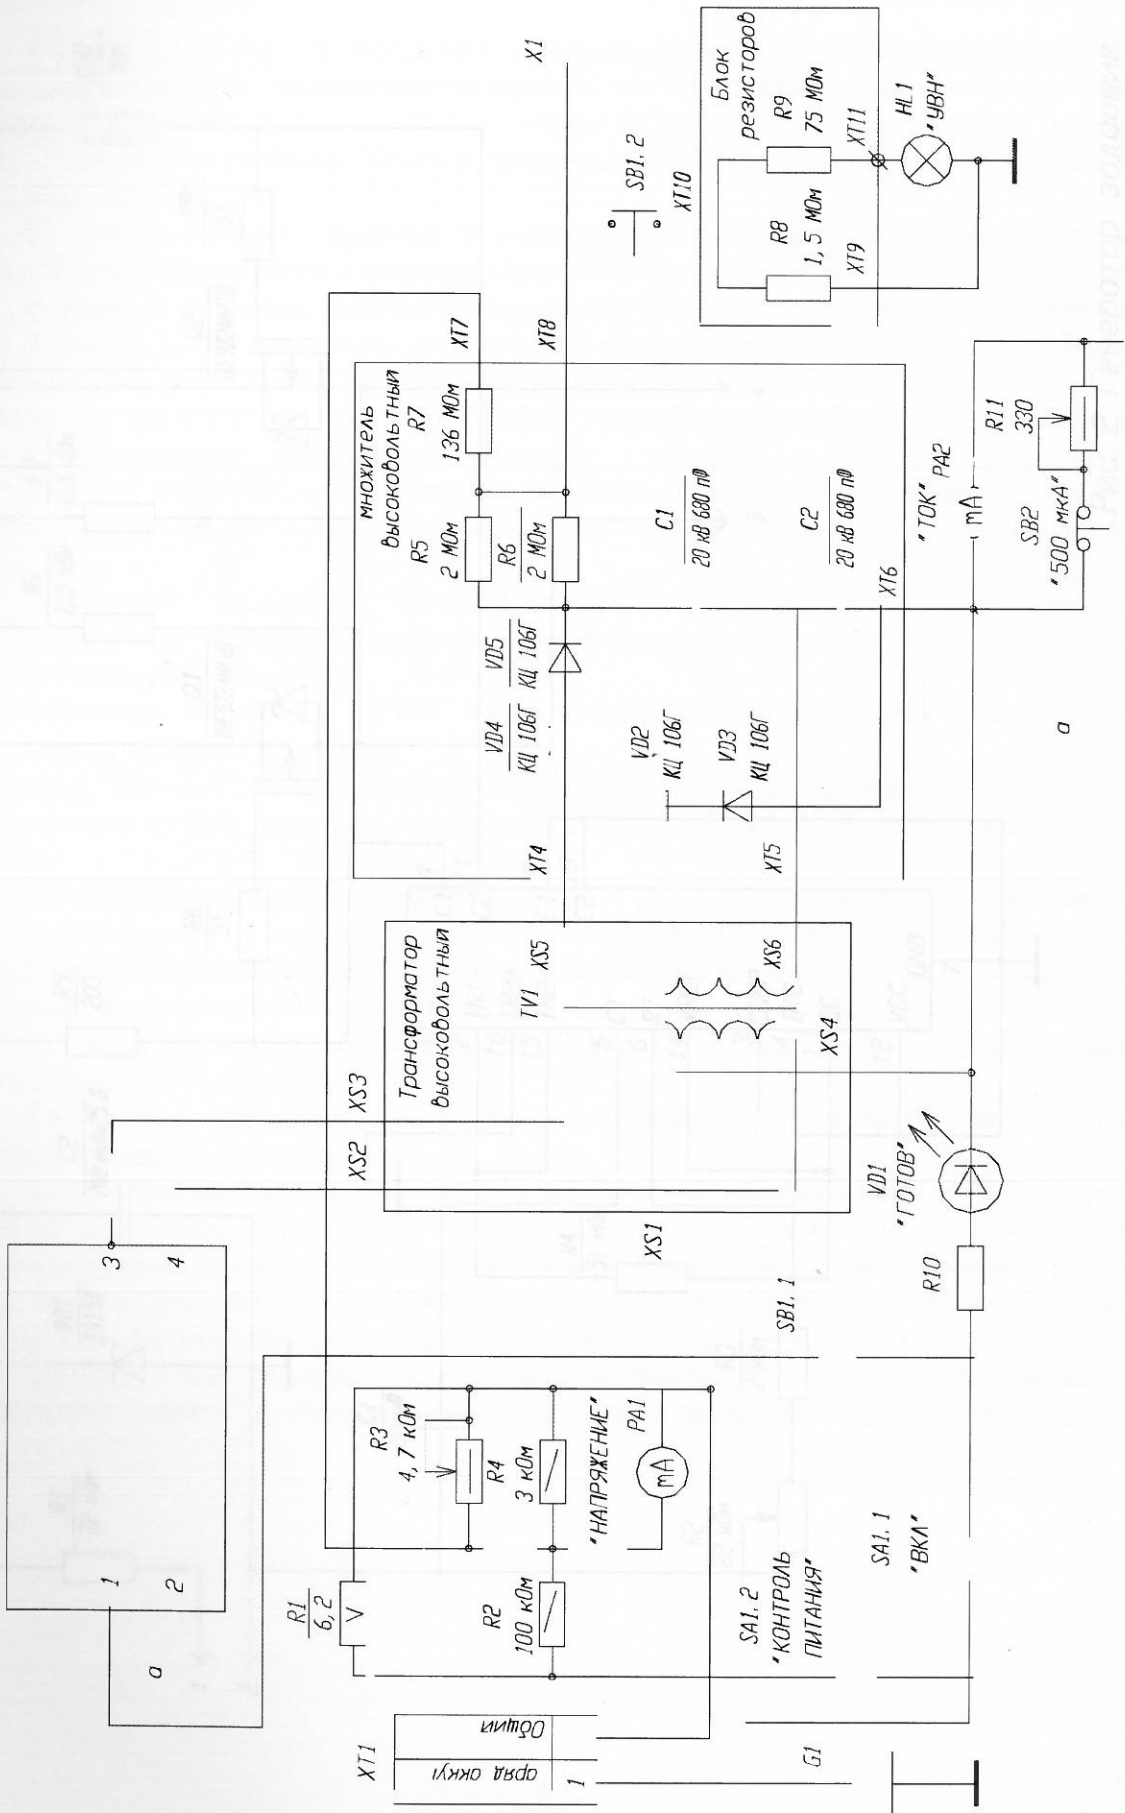

Рис. 1 Указатель повреждения кабелей УПК-02Н-03
5.1. Базовый блок УПК-02Н-03 предназначен для получения высокого напряжения и контроля измерений. Электрическая принципиальная схема блока представлена на рис 1. Аккумуляторная батарея G1, служит для питания преобразователя напряжения, построенного по стандартной схеме с задающим генератором (рис. 1).